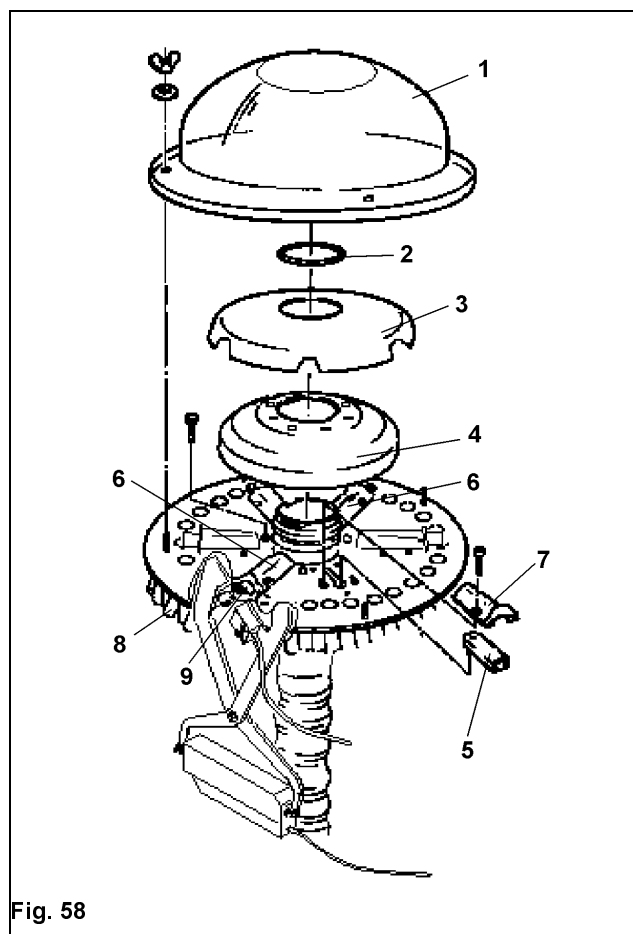

Fig. 58
A la livraison de votre machine, les socs jalonneurs (ne devant pas semer) sont réglés de manière à correspondre aux données que vous aurez fournies concernant la voie du tracteur que vous utiliserez. Si par la suite, vous faites l'acquisition d'un nouveau tracteur, il est indispensable de régler les socs jalonneurs sur la nouvelle voie du tracteur et pour ce faire de modifier l'ordonnancement des descentes d'alimentation (Fig. 58/8) au niveau de la tête de distribution. Vérifiez que les socs jalonneurs sont fixés sur les sorties qui peuvent être fermées par les clapets (Fig. 58/9).
- Démontez le capot extérieur de distribution (Fig. 58/1)
- le joint torique (Fig. 58/2)
- le capot intérieur de distribution (Fig. 58/3) et
- la garniture en mousse (Fig. 58/4).
Vous pouvez monter jusqu'à 6 clapets. Deux clapets (Fig. 58/6) doivent être montés sur la plaque de base les uns en face des autres. Pour monter et démonter un clapet (Fig. 58/5), il faut enlever le tunnel de clapet (Fig. 58/7).
Les clapets non utilisés (Fig. 58/1) doivent être simplement placés retournés dans les trous (Fig. 58/2) (position rangée).